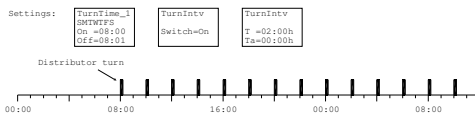

Fig. 3.5.7a
- Stel eerst de tijd in vanaf wanneer de tijd interval moet ingaan met parameter TurnTime. Zie fig. 3.5.7a hiernaast.